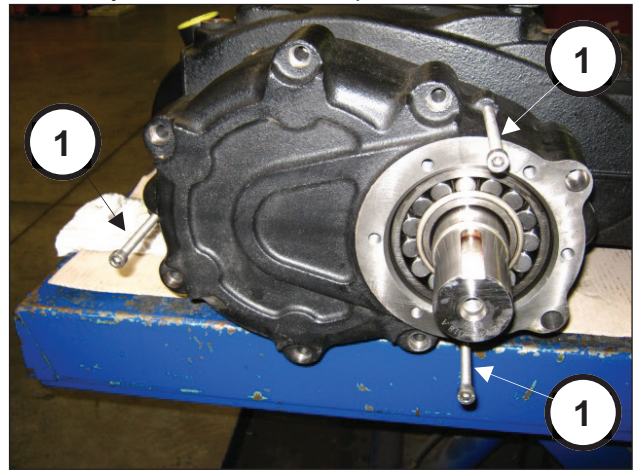

Fig. 7
Posicione os 3 grãos ou parafusos roscados M8 (pos. ①, Fig. 7) com a função de extratores nos respectivos furos.